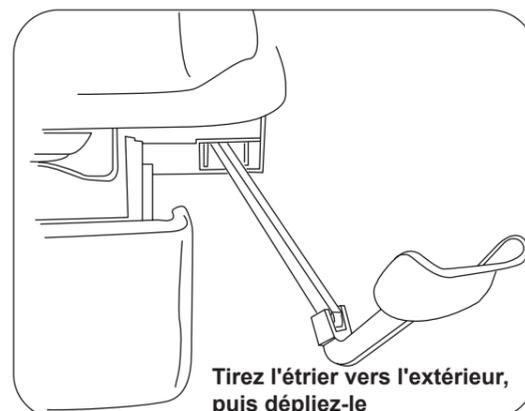

Figure 15. Fonctionnement des étriers
1. Pour actionner les étriers, saisissez-les par leur extrémité et tirez-les hors de la table. Soulevez-les légèrement tout en les faisant glisser (Figure 15).